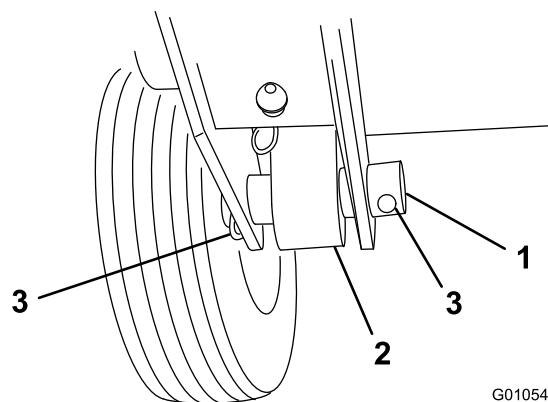

図 3
5. 昇降アームの後部を、昇降シリンダに取り付ける；ピボットピンと 2 本のコッターピンを使う（トラクションユニットについている）（図 3）。